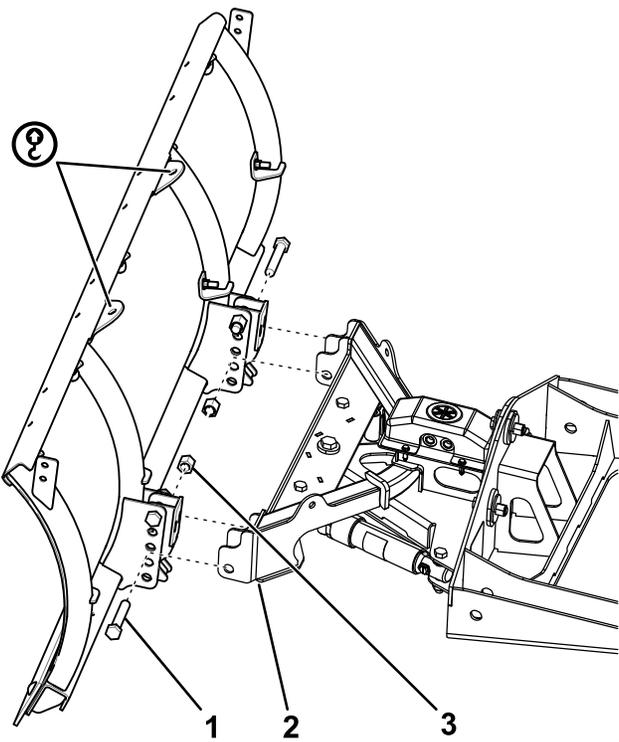

Figure 11
2. Fixez légèrement le cadre de poussée à la lame de déneigement au moyen de 2 boulons (5/8 po) et écrous (Figure 11).